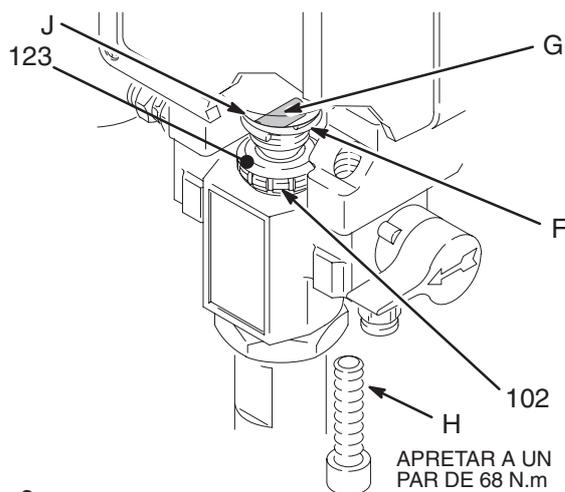

Fig. 2
Cerciórese de que el muelle de retención (F) esté firmemente asentado en la ranura de la biela, para evitar que el pasador (G) se salga como consecuencia de las vibraciones. Vea Fig. 2.